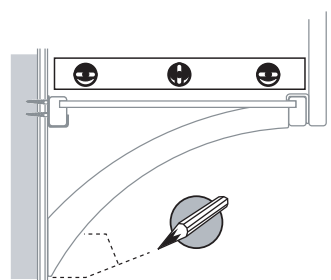

FIG. 8.0
- Seleccione la ménsula en escuadra para colocarla en su lugar (F) (consulte el lugar en el diseño de configuración seleccionado).
- Coloque la ménsula en escuadra de manera perpendicular con la parte de abajo del estante y la pared de atrás. Nivele el estante (de adelante hacia atrás), luego marque el lugar donde se hará el orificio y marque una línea en la parte inferior de la ménsula en escuadra apoyada en la pared (Fig.8.0).